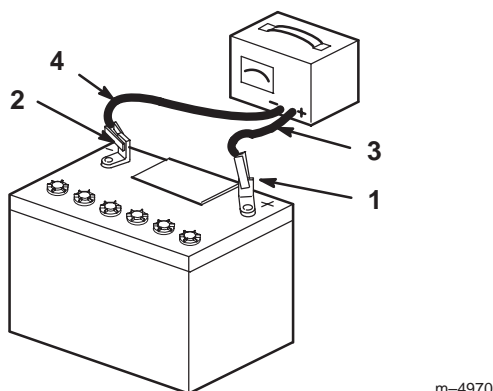

Figure 57
- Quand la batterie est chargée au maximum, débranchez le chargeur de la prise, puis débranchez les fils du chargeur des bornes de la batterie (Fig. 57).